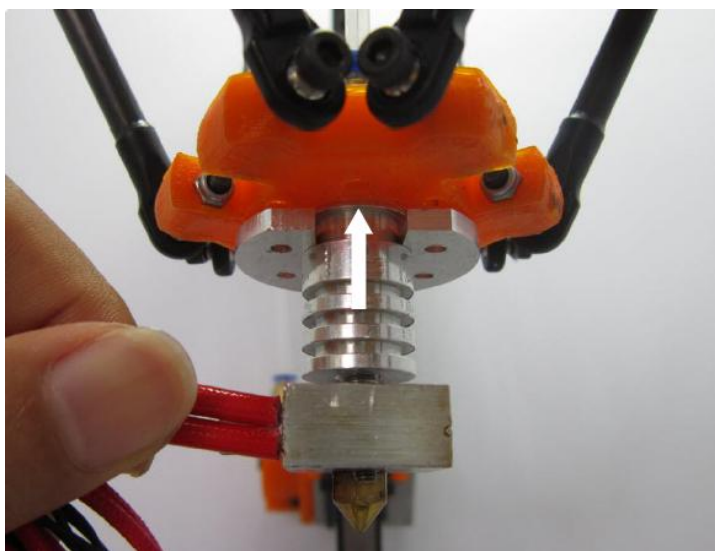

图 5-84 挤出头固定
6) 将挤出头固定到挤出头固定座上 (图 5-84 中为金属挤出头, 使用金属挤出头时, 要求 ABS 打印件固定, 并且需加风扇散热)。